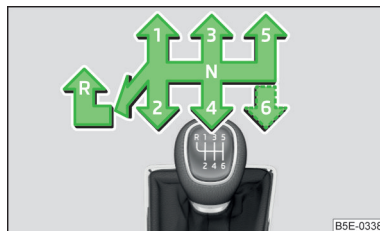

Fig. 245
En la palanca de cambios se presenta el esquema de cambio para cada posición de marcha » fig. 245.
- Presionar hacia abajo la palanca de cambio y colocarla completamente hacia la izquierda y luego hacia adelante en la posición **R** » fig. 245.